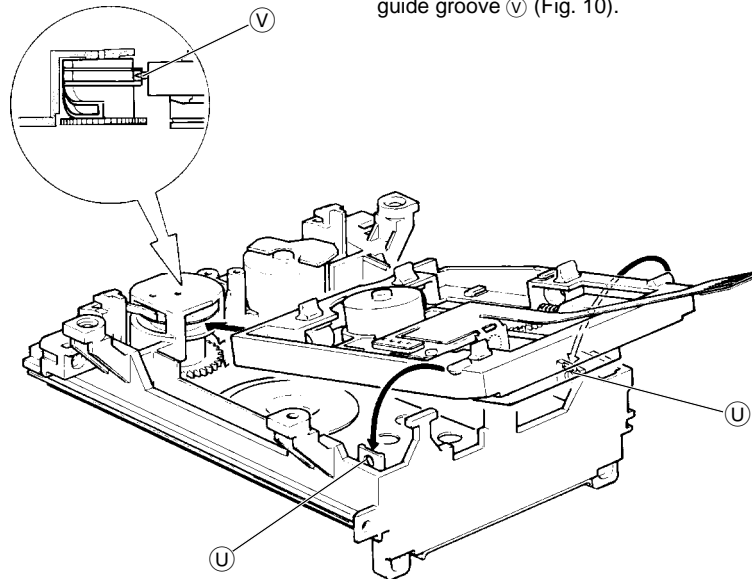

Fig. 10
- CD-Laufwerk ausrasten U (Fig. 10) und herausnehmen.
- Beim Einbau darauf achten, daß der Führungsstift in die Führungsrille eingreift V (Fig. 10).